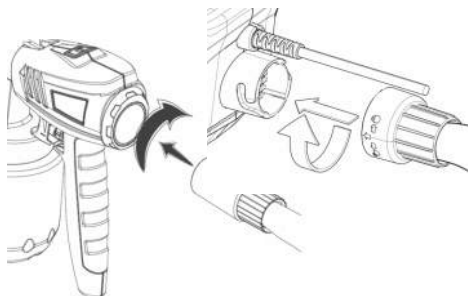

Рис. 3
7.2.1. Монтаж воздушного шланга. Плотно вставьте воздушный шланг в соединения на машине и на пистолете-распылителе (Рис. 3).